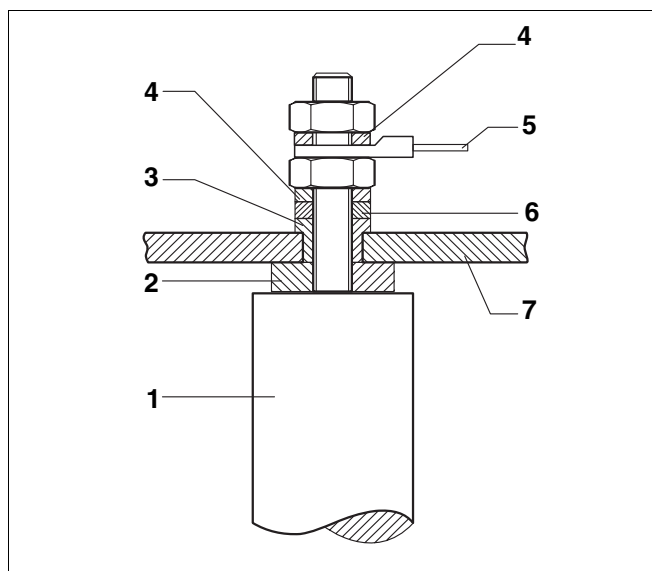

Fig. 9 Montering af magnesiumanode
- Skru sekskantskruerne af håndhulsdækslet, tag håndhulsdækslet med magnesiumanode af, og kontrollér magnesiumanoden for anodenedbrydning (fig. 9).
- Pak magnesiumanoden om (fig. 9).